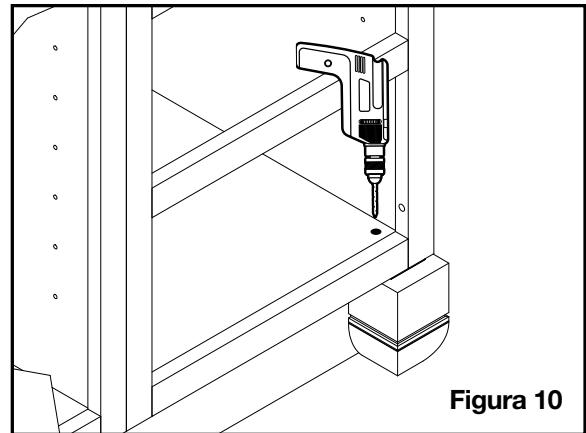

Figura 10
- c) Use tornillos para madera #8 x 2 pulg y fije el pie en el lugar (figura 10).